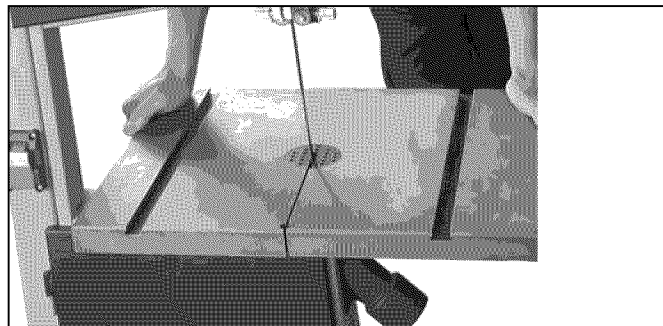

Figura 3 – Monte el Muñón de la Mesa
- Monte el muñón superior de la mesa en el muñón inferior de la mesa con el perno de carruaje, pieza de deslizamiento, arandela y tuerca de mariposa. Coloque la mesa en el muñón superior de la mesa, teniendo cuidado cuando pase la hoja de la sierra a través de la ranura de la mesa (véase la Figura 3).